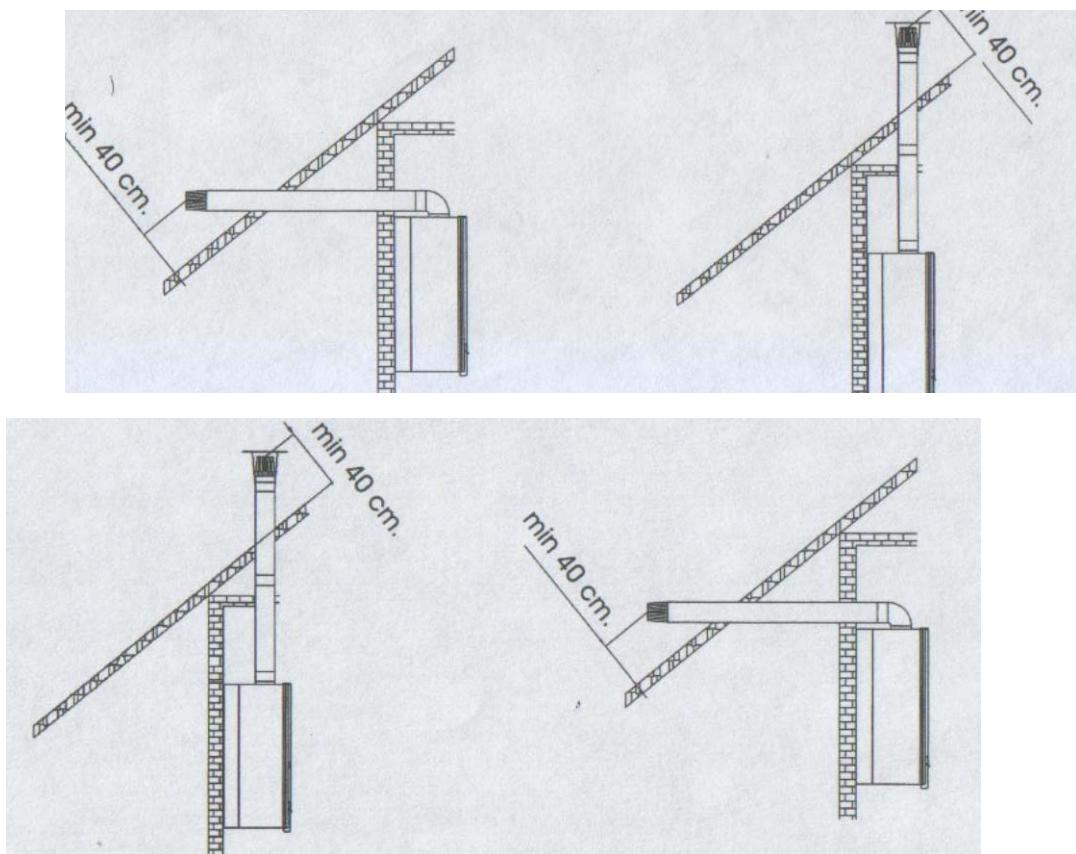

Рисунок 11
- При монтировании оборудования на чердачный этаж или в комнаты под чердаком или крышкой, конец трубы вытяжки должен быть на высоте минимум 40 см. (Рис.11)